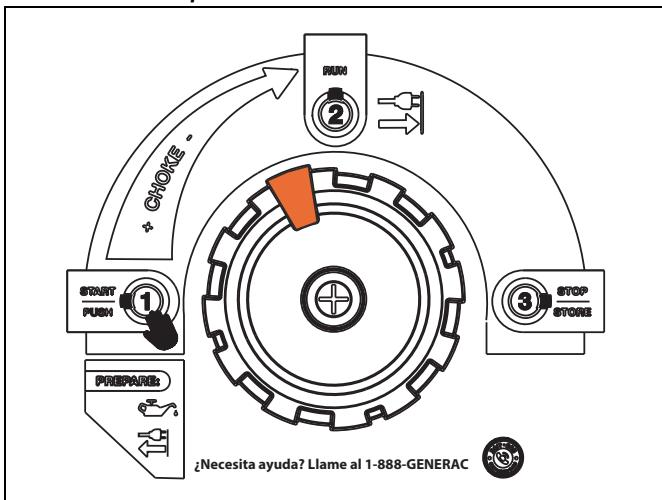

Figura 3-5. PowerDial en la posición volver a arrancar en caliente
- Vea la Figura 3-5. Para volver a arrancar un generador caliente, gire el PowerDial en sentido contrahorario, desde la posición STOP (Parada), hasta que esté justo pasando la posición RUN (Funcionamiento). Esto volverá a abrir la válvula de combustible y permitirá el arranque eléctrico o con cuerda.